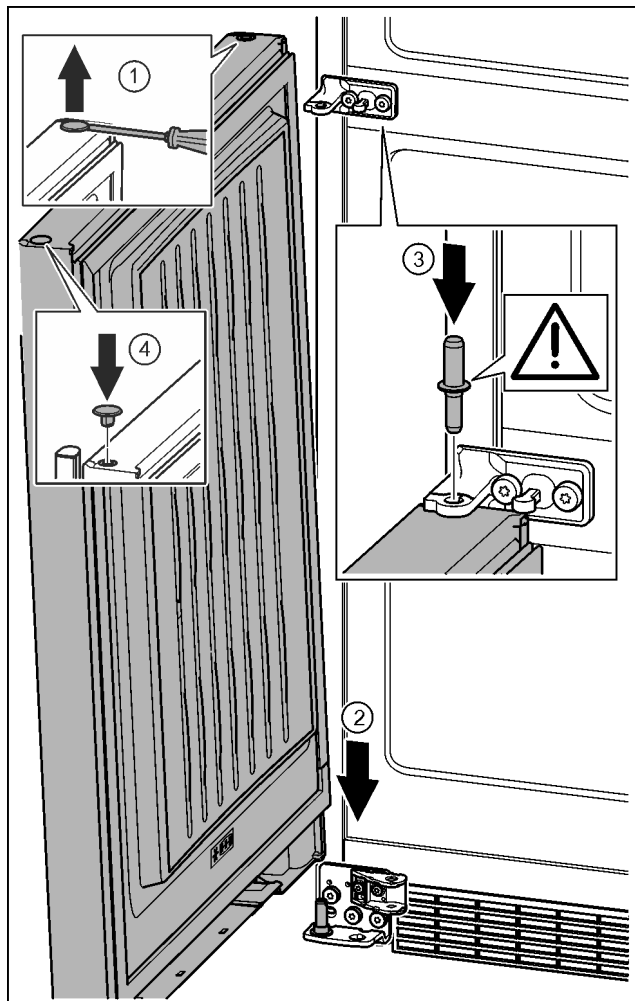

Fig. 35
- ▶ Zátku opatrně nadzvedněte plochým šroubovákem a vytáhněte. *Fig. 35 (1)*
- ▶ Dveře nasadte shora na dolní ložiskový čep. *Fig. 35 (2)*
- ▶ Prostřední ložiskový čep vložte do dolních dveří přes prostřední stojan ložiska. Přitom dávejte pozor, aby zajišťovací vačka směřovala dozadu. *Fig. 35 (3)*
- ▶ Zátku opět vložte na druhé straně dveří. *Fig. 35 (4)*